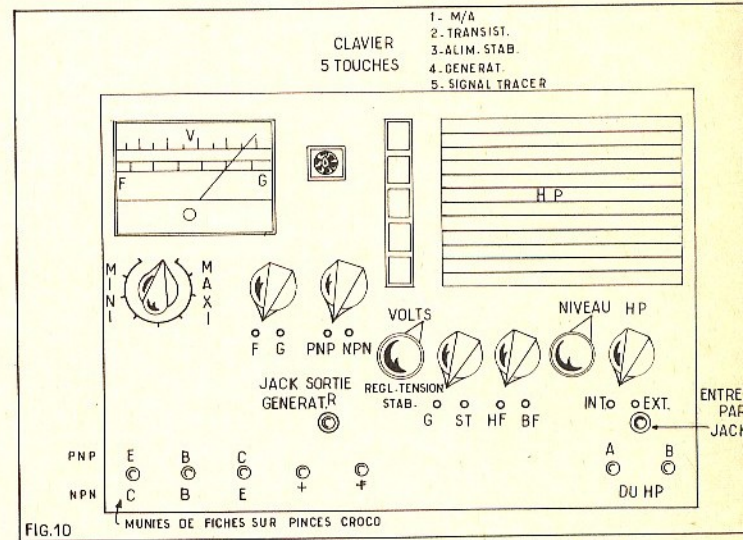

FIG.10
g) Disposition générale (figure 10)